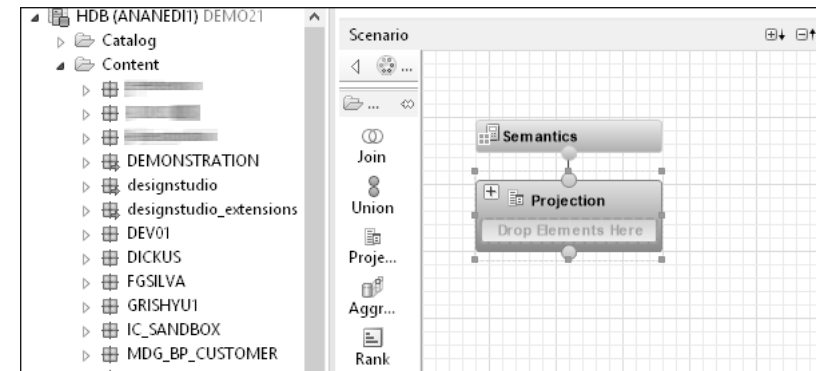

Abbildung 3.25 Grundgerüst des Calculation Views
4. Der angelegte Dimension Calculation View wird Ihnen nun in der grafischen Modellierungsumgebung wie in Abbildung 3.25 angezeigt.